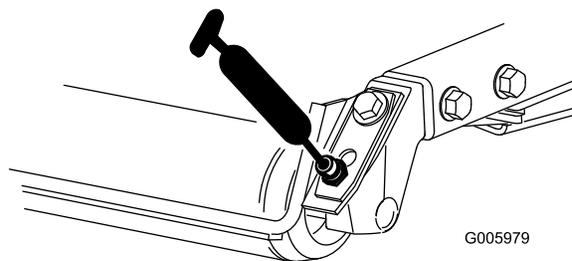

Рисунок 40
- Подшипники заднего валика (по 2 шт. на каждом режущем блоке), как показано на Рисунок 40